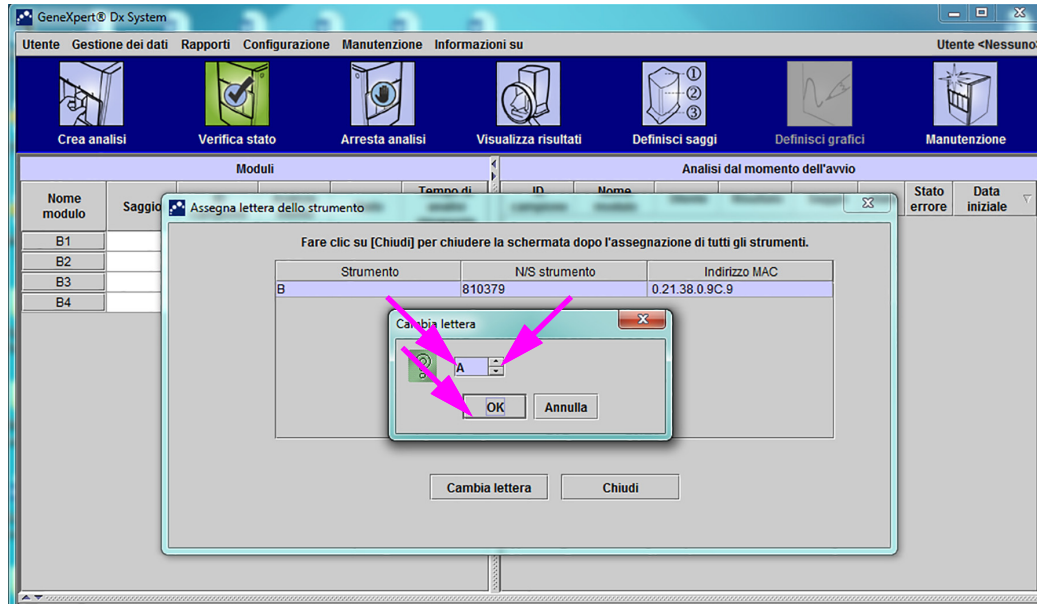

Figura 2-58. Finestra GeneXpert Dx System con la sovrapposizione della finestra di dialogo Cambia lettera
Viene visualizzata la finestra di dialogo Cambia lettera, come mostrato nella Figura 2-58. Selezionare la lettera da assegnare ai moduli usando le frecce su/giù della finestra di dialogo Cambia lettera.
6. Dopo aver cambiato l'assegnazione della lettera, fare clic su **OK**. Vedere la Figura 2-58.